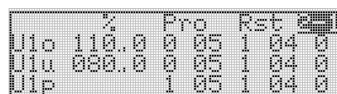

图 9 模块保护值界面 Module protection value interface
模块实时值界面按下 ◀ 键, 进入到保护参数界面, 如图 9 所示: Press the key on the module real-time value interface to enter the protection parameter interface, as shown in Figure 9.
如图 9 所示, 界面中各参数定义如下: As shown in Figure 9, the parameters in the interface are defined as follows
- **Pro (动作参数)**：Pro 下的两列，第一列表示的为保护开关打开与否，0 代表关闭，1 代表打开；第二列表示的为动作时间，如图 9 中，动作时间均为 5 秒；
- Two columns under Pro, the first column indicates whether the protection switch is on or off, 0 means off, 1 means on; the second column shows the action time, as shown in Figure 9, the action time is 5 seconds;
- **Rst (自恢复参数)**：Rst 下的两列，第一列表示的为自动恢复开关打开与否，0 代表关闭，1 代表打开；第二列表示的为自动恢复时间，如图 9 中，自动恢复时间均为 4 秒。
- The two columns under Rst, the first column indicates whether the auto-recovery switch is on or not, 0 means off, 1 means on; the second column shows the auto-recovery time, as shown in Figure 9, the auto-recovery time is 4 seconds.